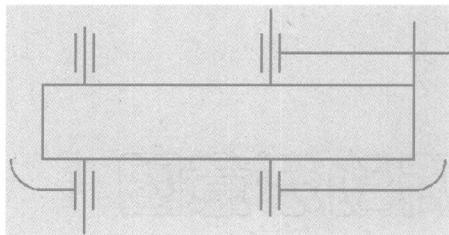
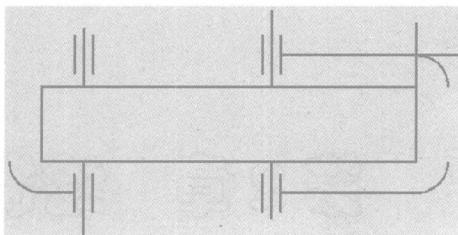

图 2-1 绘制两条辅助线
图 2-2 绘制好一条直线与圆弧段
- 接着教程中图 2-46 所示的结果，绘制教程中图 2-1 所示的机械传动示意图。
步骤 1 参照上一节的操作，绘制如图 2-1 所示的两条辅助线，然后使用 PLINE 命令绘制一条直线与圆弧段，结果如图 2-2 所示，对话过程如下所述。